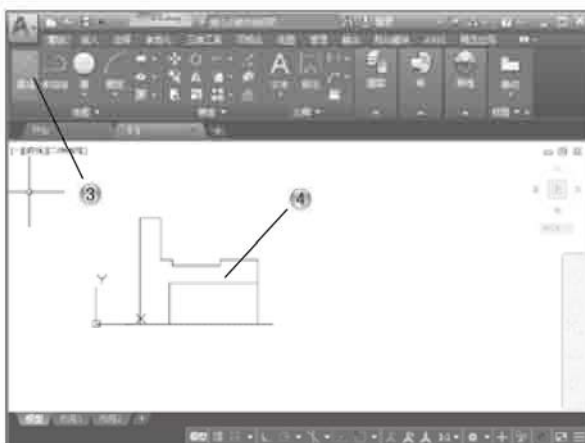

图 5-76
- ③ 单击【绘图】面板中的【直线】按钮，如图 5-76 所示。
- ④ 在绘图区绘制长度分别为 30、14 的直线。